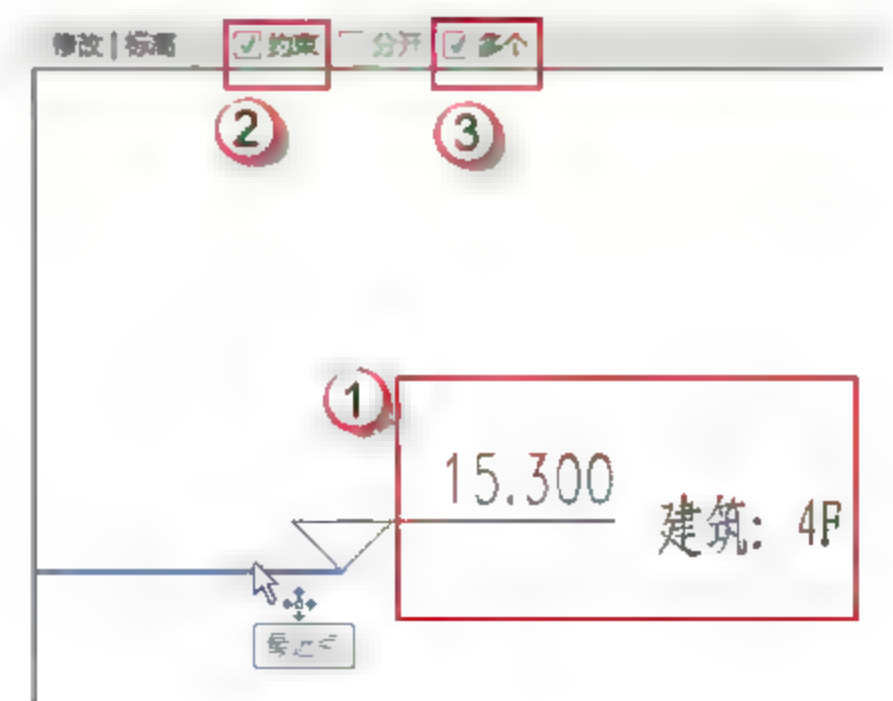
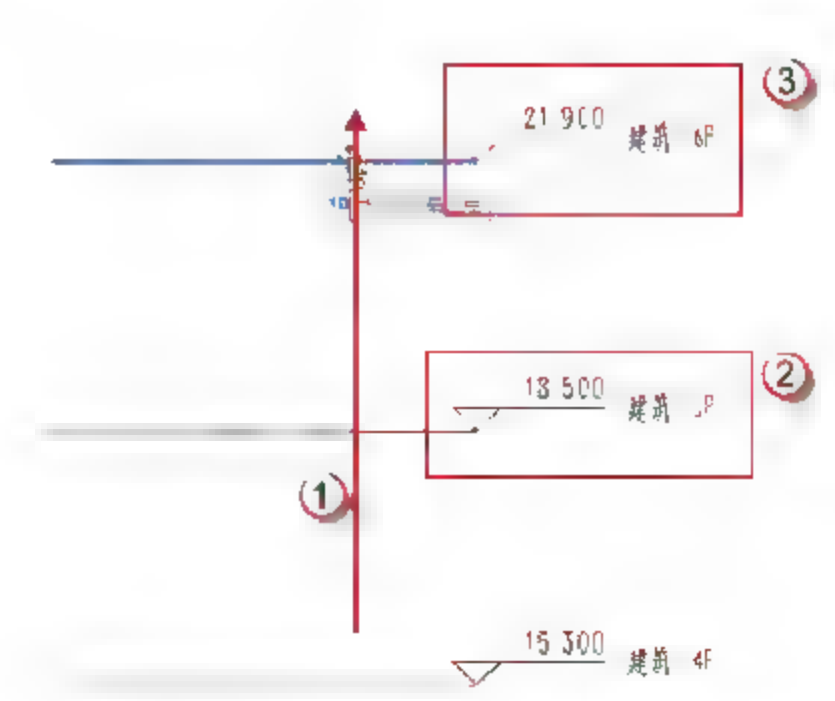

图 1.2.29 复制标高
图 1.2.30 向上生成两个标高
(10) 复制楼层标高。选择已经生成的“建筑：4F”楼层标高，按快捷键 C+O，选中“约束”“多个”复选框，如图 1.2.29 所示。向上以任意距离复制出“建筑：5F”“建筑：6F”两个楼层标高，如图 1.2.30 所示。